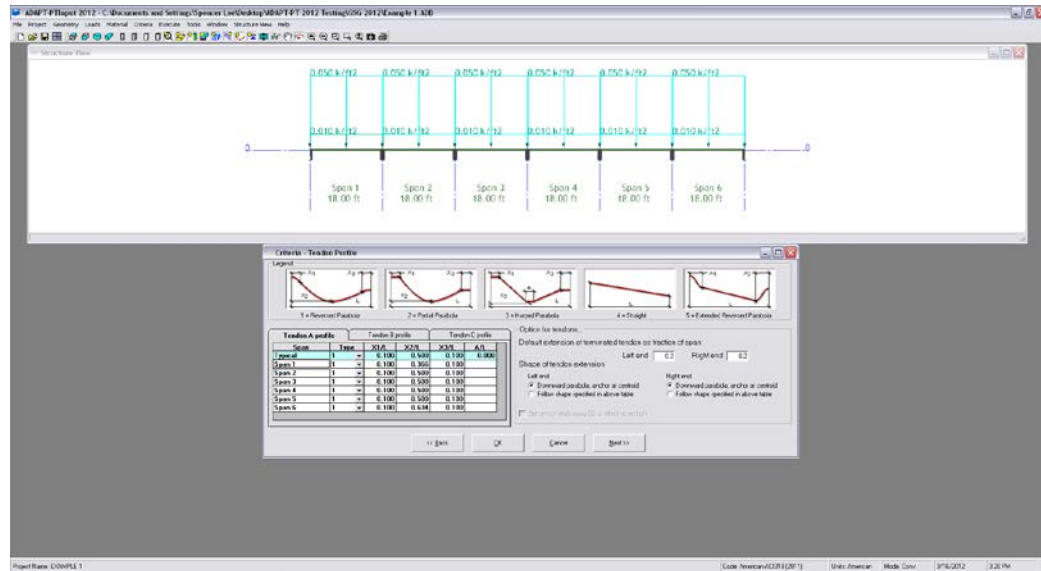

FIGURE 2.1-18
2.1.5.4 Specify The Tendon Profiles (Fig. 2.1-18)